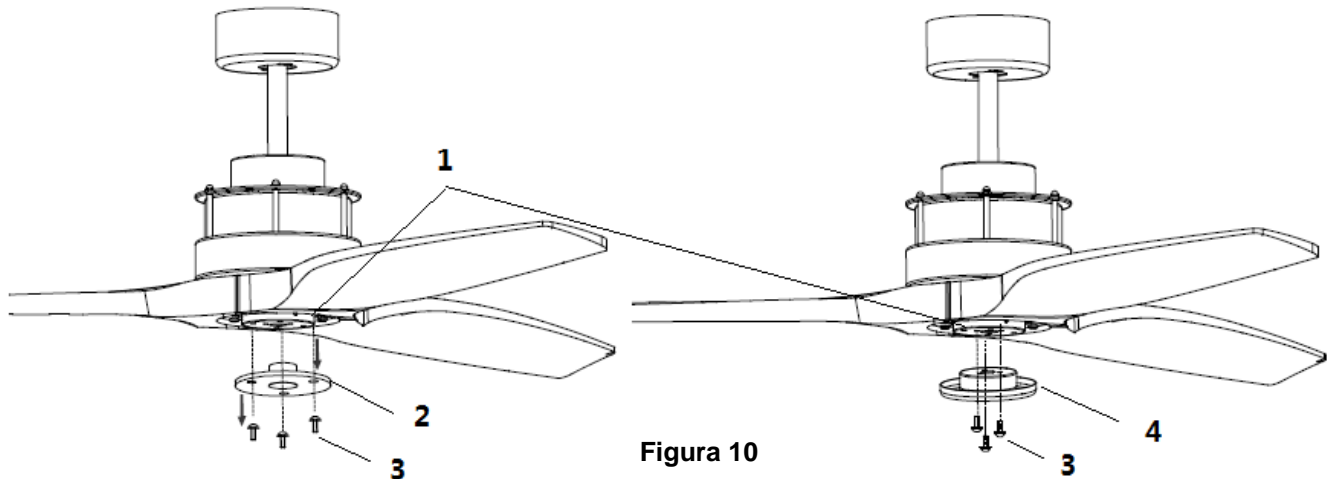

Figura 10
- Retire el adaptador de la cubierta inferior (2) desde la carcasa del kit de iluminación (1) aflojando los 3 tornillos (3). Figura 10
- Instale el adaptador del kit de iluminación (4) a la carcasa del kit de iluminación (1) usando los 3 tornillos (3). Figura 10